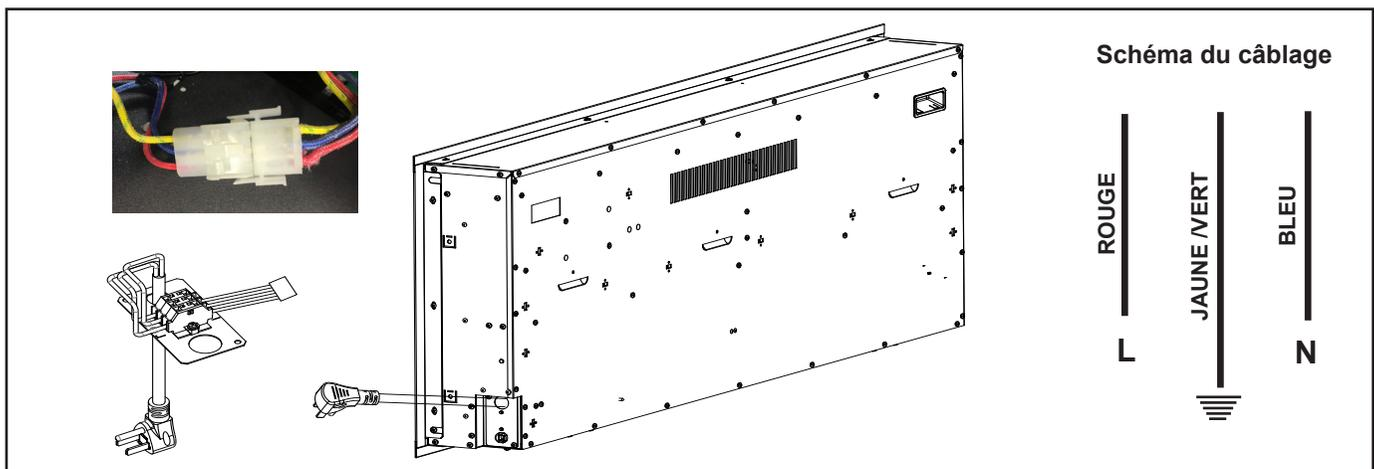

Figure 4.10 Cordon d'alimentation optionnel (uniquement pour installation murale directe)
3. Connectez le connecteur à trois fils conducteur de l'appareil au bornier fourni avec l'ensemble de cordon d'alimentation. Voir la figure 4.10.